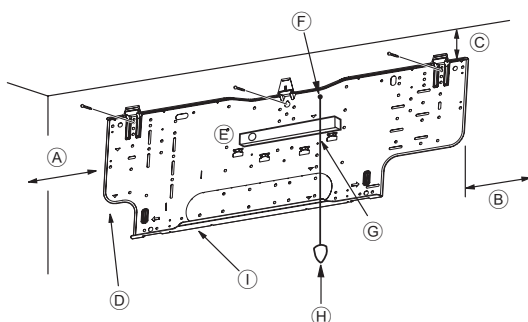
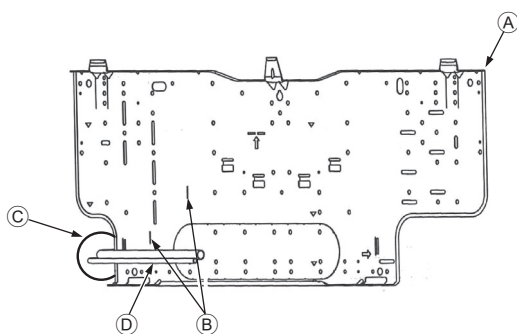

Fig. 3-4
Fig. 3-5
■ PKFY-P-NHMu-E2 (Fig. 3-4)
- (A) Min. 90 mm, 3-35/64 inch (617,6 mm, 24-5/16 inch minimum avec installation d'une pompe de vidange en option)
- (B) Min. 200 mm, 7-7/8 inch
- (C) Min. 72 mm, 2-53/64 inch (142,5 mm, 5-39/64 inch minimum avec tuyauterie gauche, arrière gauche ou gauche inférieure et installation d'une pompe de vidange en option)
- (D) Vis de fixation (4 × 35 mm, 1-3/8 inch) ②
- (E) Niveau
- (F) Serrer le filetage sur l'orifice.
- (G) Placer le niveau contre la ligne de référence horizontale de la planche d'installation et monter à niveau. Maintenir le filetage et aligner avec ▽ EPK de la planche d'installation pour mettre à niveau.
- (H) Poids
- (I) Planche d'installation ①
3.3. Lors de l'insertion des tuyaux dans le mur (Fig. 3-5)
- (A) Planche d'installation ①
- (B) Marquage de référence des raccords évasés
- (C) Orifice passant
- (D) Tuyauterie sur site